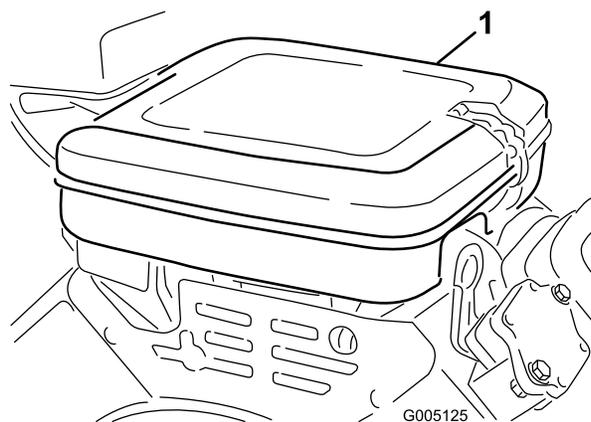

Рисунок 24
1. Очистите крышку воздухоочистителя (Рисунок 24).